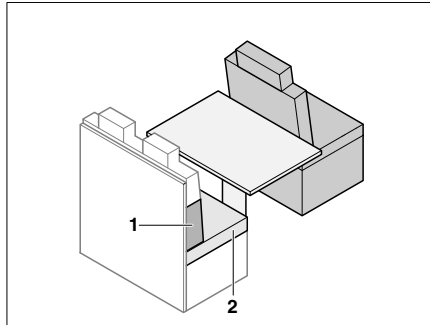

Fig. 190 Avant la transformation
- Retirer le coussin d'assise (Fig. 190,2).
- Placer le coussin de dossier (Fig. 190,1) entre le coussin d'assise et la paroi arrière. Observer la forme deltoïde.